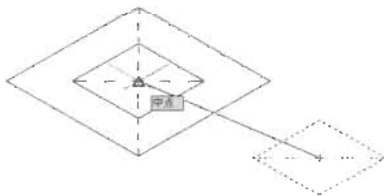

图 13-102
(8) 选中 4×4mm 的矩形, 单击“修改”工具栏中的“移动”按钮, 捕捉对角线的中点, 将其移动到多 4×4mm 的矩形对角线中点上, 如图 13-102 所示。